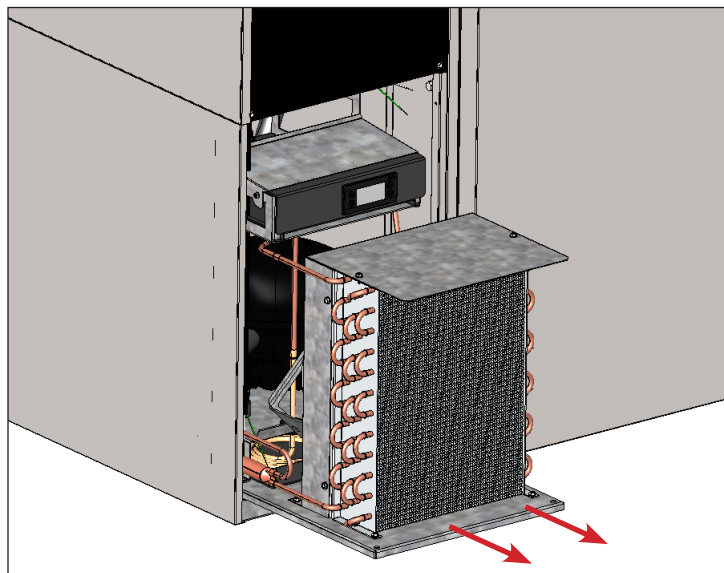

Abb. 5 Die Verflüssigereinheit vorsichtig herausziehen
7. Die Verflüssigereinheit vorsichtig herauschieben (Schlauchanschlüsse sind flexibel). Siehe Abb. 5. Die Verflüssigerröhren vorsichtig mit Druckluft oder CO₂ durchspülen, bis sie sauber sind.